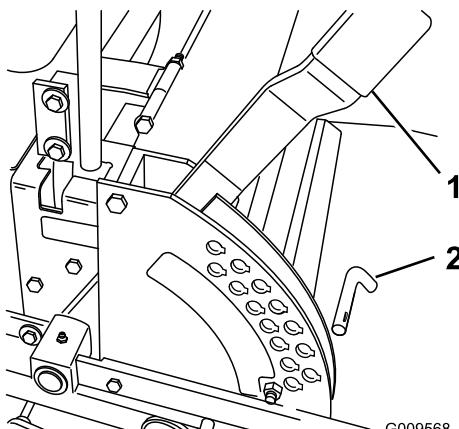

Figura 19
1. Eleve a alavanca da altura de corte para a posição de TRANSPORTE (também a posição da altura de corte de 127 mm) (Figura 19).
2. Para ajustar, remova o pino do suporte da altura de corte (Figura 19).
3. Selecione um orifício, no suporte da altura de corte, que corresponda à altura de corte desejada e insira o pino (Figura 19).